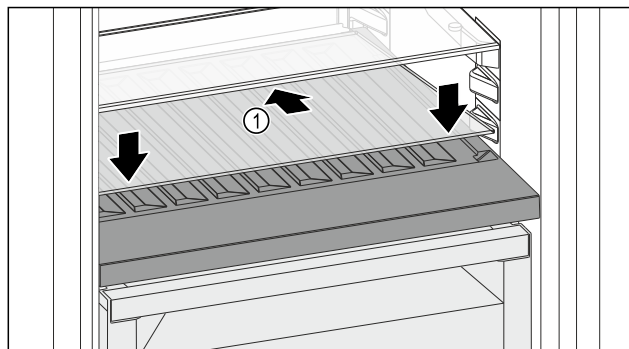

Fig. 159
- 向后下方倾斜放置玻璃隔板 Fig. 159 (1)。
- 放低玻璃隔板 Fig. 159 (1) 前部。